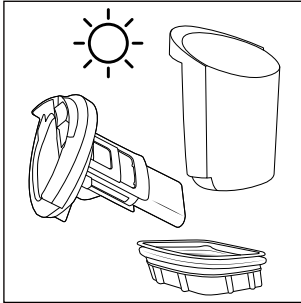

Abb. 27
- ◆ Lassen Sie den Schmutzfilter **10**, den Schmutzwasserbehälter **2** und den Deckel des Schmutzwasserbehälters **9** vollständig trocknen (siehe Abb. 27).